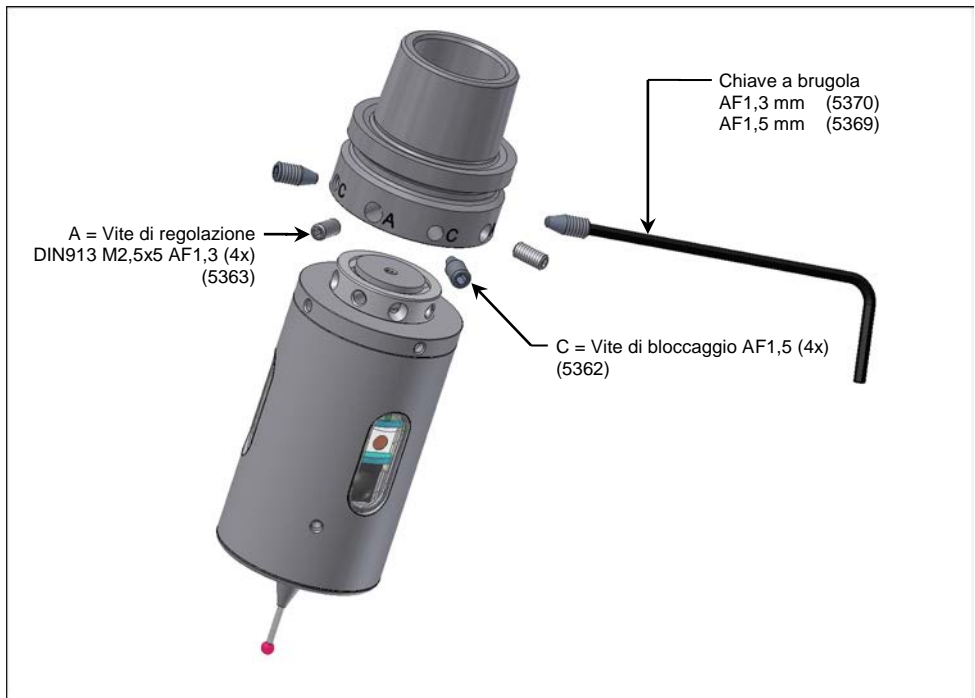

Fig. 5 Montaggio/smontaggio del cono
- 1.1. Rimuovere tutte le viti „A“ e „C“ secondo Fig. 5.